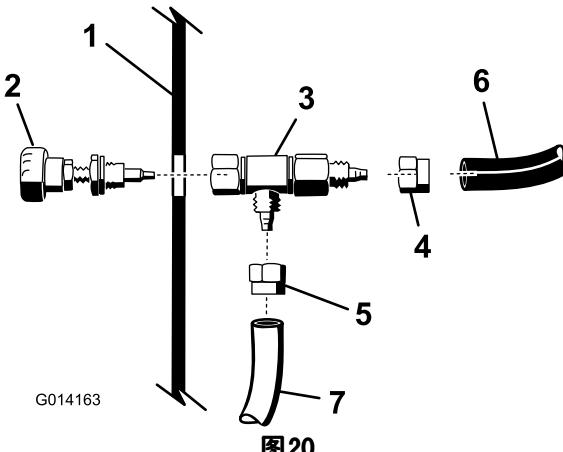

图20
5. 如图20 所示, 松开用于将旋钮组件紧固到三通接头的螺母。
6. 如图20 所示, 将蓝色管和白色管从仪表板下面的泡沫软管连接到调节阀体。